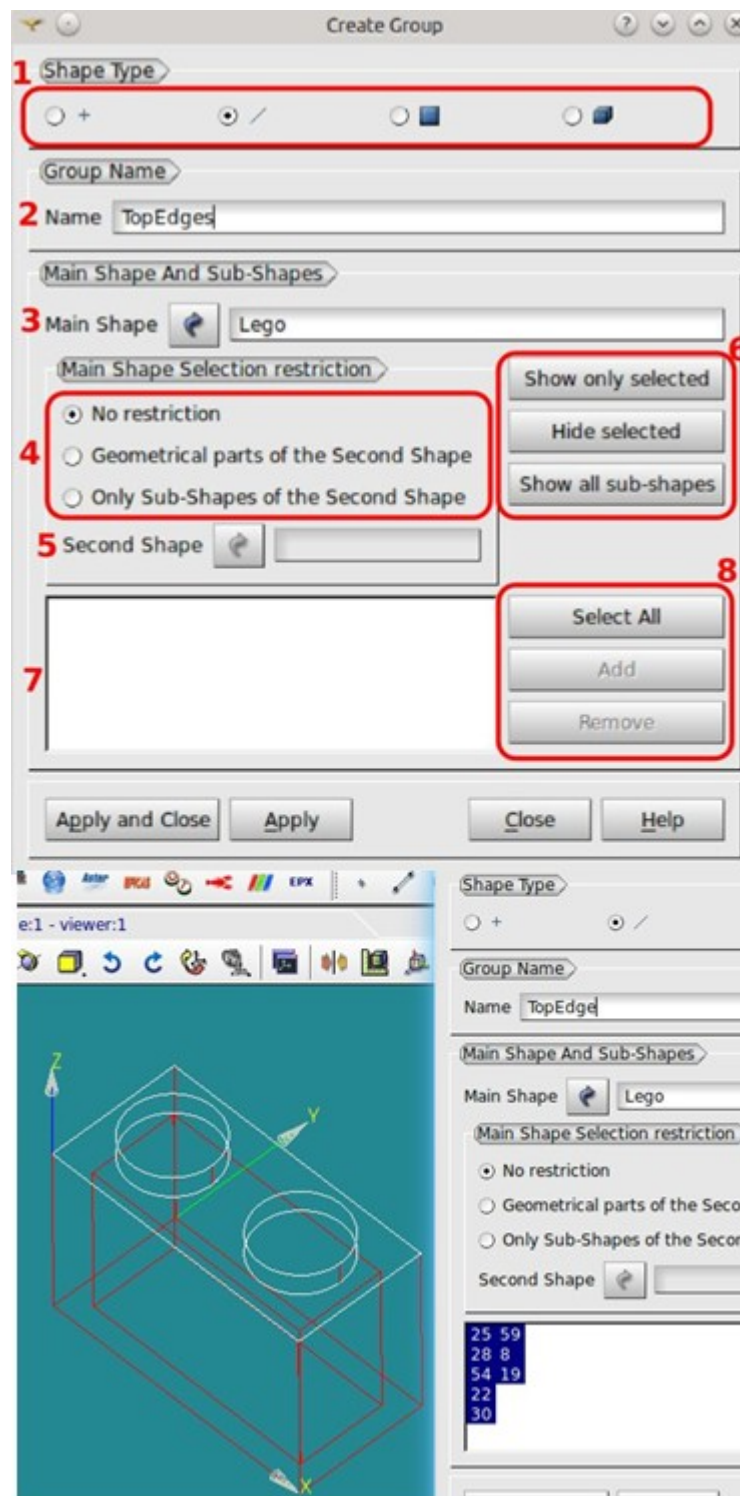

Рис. 35. Создание группы рёбер.
Следует выделить необходимые ребра, как показано на рис. 35, левой кнопкой мыши, при этом необходимо удерживать клавишу Shift, затем нажать кнопку Add (добавить). В результате соответствующем окне отобразится список с номерами выбранных ребер. Нумерация ребер может не совпадать с представленной на рисунке, совпадать будет их количество (8), важно выбрать именно ребра верхней части объекта, лишние ребра можно удалить клавишей Remove.